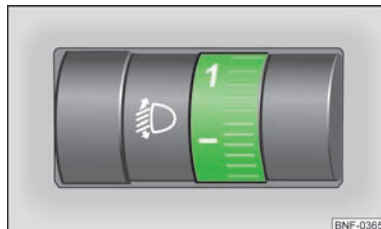

Fig. 22
- Rode o comando rotativo » **Fig. 22** para o alcance dos faróis pretendido.